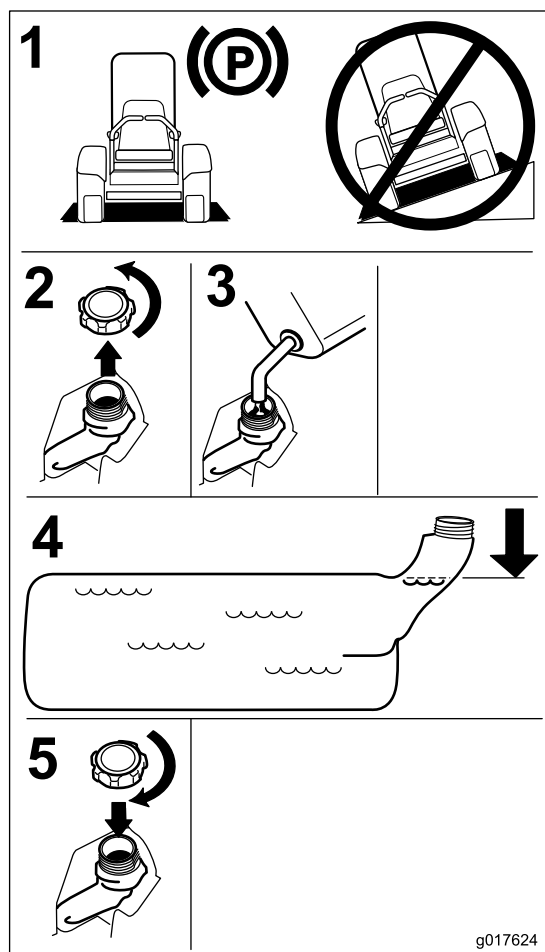

図 6
4. 燃料タンクの首の根元まで燃料を入れる。温度が上昇して燃料は膨張したときにあふれないように、必ず上部に空間を確保すること（図 6）。